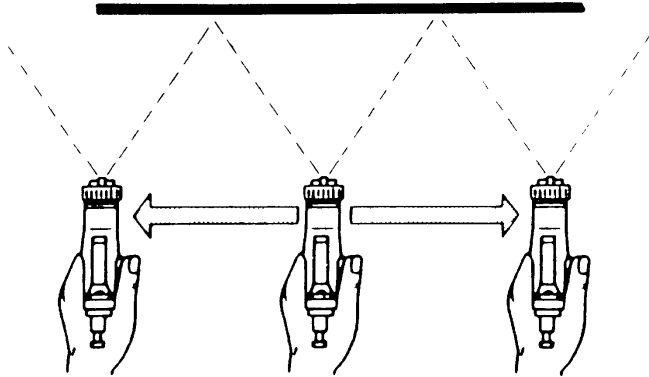

Abbildung 2: Führung der METACAP-Spritzpistole D/A
5. Nun bewegen Sie die Spritzpistole vor der Werkstückoberfläche hin und her, dass der Spritzstrahl die Werkstückoberfläche möglichst senkrecht trifft (siehe Abbildung 2).